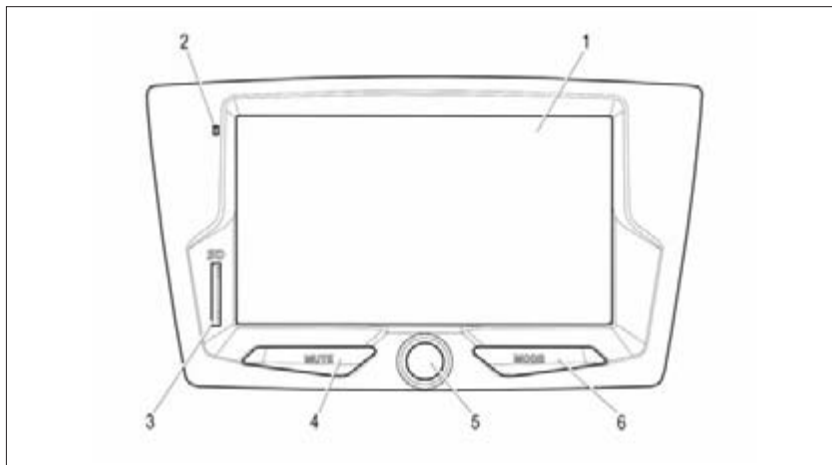

Рис. 1. Лицевая панель радиоприемника
2.1.1 Для включения радиоприёмника нажмите на **ручку 5** (рис. 1). Для выключения нажмите
ручку 5 (рис. 1) и удерживайте ее в нажатом положении более 2-х секунд. Для перезагрузки удерживайте нажатой **ручку 5** (рис. 1) до появления логотипа ЛАДА.
2.2.1 Для выключения звука нажмите кнопку **MUTE** (рис. 1). Для включения звука нажмите кнопку повторно или поверните ручку регулировки звука.
2.3.1 Кнопка **MODE** (рис. 1) служит для переключения режимов работы радиоприёмника, при этом будут отображаться только активные режимы.
Регулировка громкости осуществляется вращением **ручки 5** вправо или влево (рис. 1).
2.5.2 Последовательным нажатием кнопки **MODE** (рис. 1) или нажатием отображаемых на дисплее кнопок выберите желаемый режим.
– кнопкой **MODE** (рис. 1).